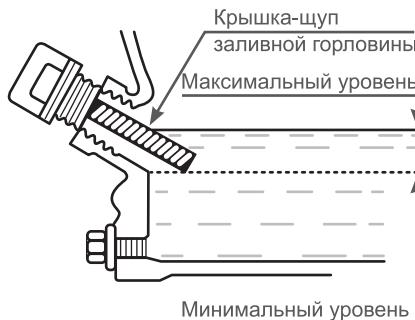

Рис.24
- Извлеките крышку/щуп заливного отверстия и начисто проприте её (Рис.24).
Нормальным считается, когда масло находится на уровне нижнего края заливной горловины (A) Рис.24.